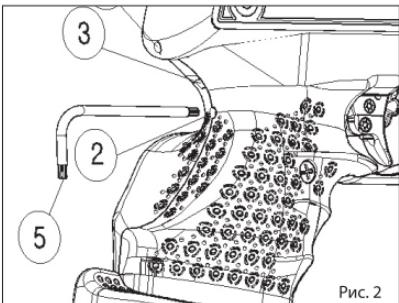

Рис. 2
- 15 Die Vorzugsstrecke kann mit dem Sonderschlüssel Nr 5 (Tork Drehmomentschlüssel T8) mittels Einführung in das 2. Loch und Drehung nach rechts verkürzt und bei Drehung in die Gegenrichtung verlängert werden (siehe Abbildung 2).
- 15 Регулировка длины рабочего хода (рис.2) производится поворотом винта с помощью динамометрического ключа № 5(T8) через отверстие № 2. При вращении винта вправо рабочий ход уменьшается, при вращении влево – рабочий ход спускового крючка увеличивается.